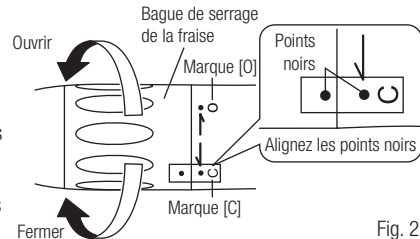

Fig. 2
3) Faites tourner la bague de serrage de la fraise vers le symbole [C] jusqu'à ce que vous entendiez un clic. Veillez à ce que les points noirs soient alignés (Fig. 2).